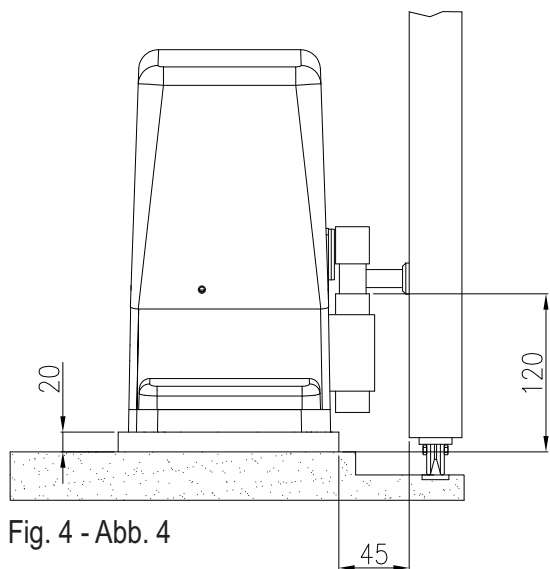

Fig. 4 - Abb. 4
**Faire très attention aux mesures indiquées dans la figure 4.**